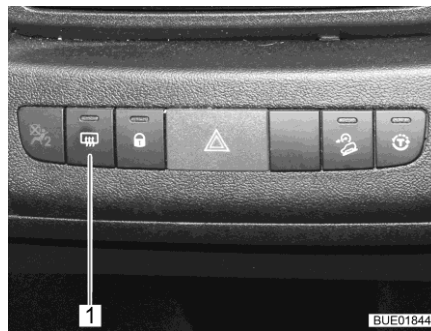

Bild 43 Knapp värme ytterspeglar
- Tryck på knappen (Bild 43,1) på instrumentbrädan. Kontrollampan på reglaget visar att funktionen aktiverats.